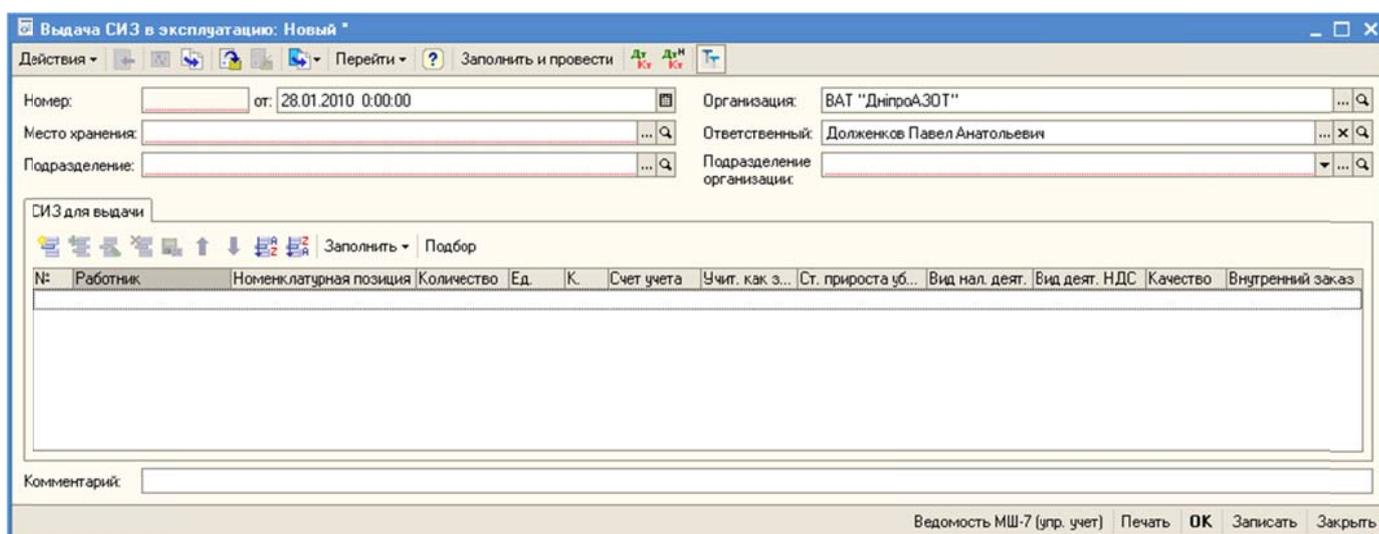

Рисунок 60 – Новый документ «Выдача СИЗ в эксплуатацию»
2. Создать новый документ «Выдача СИЗ в эксплуатацию» (Рисунок 60).